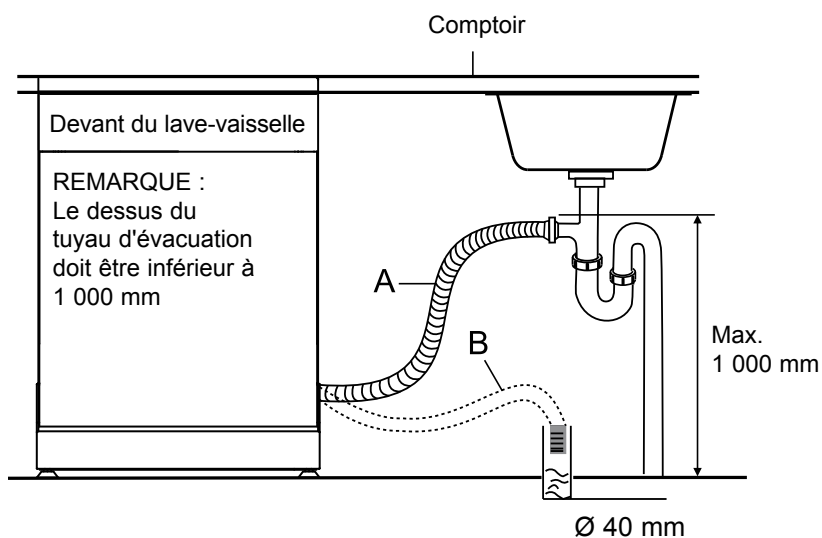

Figure 10
5. S'il n'existe pas de coupe antirefoulement, assurez-vous de suspendre le centre du puits du tuyau d'évacuation bien au-dessus de la base de l'armoire sous l'évier pour empêcher un refoulement (consultez la Figure 10 à la page suivante).